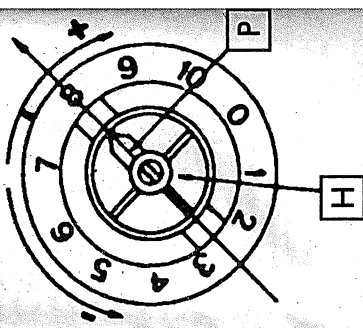
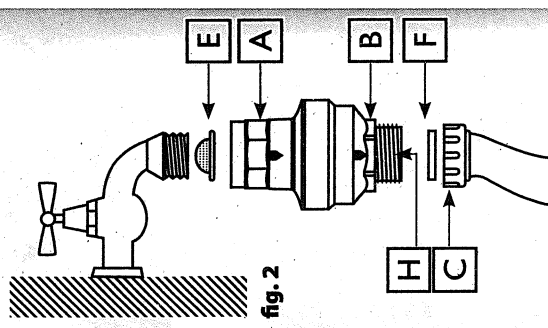

fig. 1
fig. 2
Indispensable device for washing machines and dishwashers as, under the conditions defined in the technical features, herewith described, it prevents a flow of water greater than the one for which it has been set by the adjustment pointer. This avoids continuous leaking. The WATER BLOCK also has a particular non-return valve (anti-pollution). The device should be installed vertically (see fig. 2) and following the instructions carefully.
WATER BLOCK should be installed between the tap and the supply hose of the household appliance (fig. 2). Using the enclosed plastic key, turn pointer P anticlockwise to the required setting: for washing machines set the pointer on number 8 (fig. 1); for dishwashers set to number 4 (fig. 1).
1. Manually screw the WB to the tap having suitable thread (3/4" gas), inserting the filter E with its convex side facing upwards (fig. 2). The WB will not operate properly if the filter is not installed correctly: if the WB is tightened or loosened with the aid of a wrench, the same must be applied to the appropriately octagonally shaped part of the housing A.
If a failure occurs causing a continuous water leak, the WB will shut off when the volume of water flowing through equals the amount to which it was previously set with the pointer P. To reset the WB again after it has shut off, turn the tap off and carry out the necessary repair work. Remove the supply hose C from the WB and press the coloured plunger H which is located inside the lower housing of the device itself (fig. 1). It may be difficult to press this plunger if there is high pressure at the inlet side of the WB. In this case, slacken the device from the tap: the plunger H can then be pressed with ease. Repeat the operation as described in the section headed 'Installation'.
Pour un fonctionnement optimal, le dispositif doit être monté en position verticale, conformément à la fig. 2, en suivant soigneusement la notice de montage.
La vanne antidéboîement doit être montée entre le robinet et le tuyau d'alimentation de l'appareil (fig. 2). En se servant de la clé fournie avec le produit, tourner l'indicateur P dans le sens contraire des aiguilles d'une montre jusqu'à régler la position désirée: pour le lave-linge, l'indicateur P devra être tourné jusqu'au numéro 8 (fig. 1); pour l'installation sur le lave-vaisselle, tourner l'indicateur P jusqu'au numéro 4 (fig. 1).
1. Visser manuellement le dispositif (diamètre 3/4") au robinet, en prenant soin de placer le filtre E avec la partie bombée orientée vers le haut (fig. 2). Le montage incorrect du filtre empêcherait le bon fonctionnement du dispositif. En cas de serrage ou de dévissage avec un outil, utiliser la partie octogonale A.
pendant l'opération. Si une panne se produit en provoquant une fuite sans interruption, le dispositif ferme le passage de l'eau dès que le débit atteint celui préalablement défini par l'indicateur P. Pour réactiver le fonctionnement du dispositif après le blocage, fermer le robinet d'eau et procéder à la réparation de la panne. Dévisser ensuite le tuyau d'alimentation C du dispositif et appuyer sur le bouton coloré H qui se trouve à côté de l'indicateur (fig. 1). En cas de pression élevée, cette opération pourrait s'avérer difficile. Dans ce cas, dévisser légèrement le dispositif du robinet: il sera alors plus facile d'appuyer sur le bouton H. Répéter ensuite les opérations indiquées dans le paragraphe "Mode d'emploi".
Accessorio indispensabile per lavatrici e lavastoviglie sproviste di Sistema ACQUASTOP, in quanto, in determinate condizioni di acqua superiore al numero di litri impostato sull'indicatore, evitando pericolose perdite. Con speciale valvola anti ritorno. Per un perfetto funzionamento si consiglia il montaggio in posizione verticale, come indicato in fig. 2, seguendo scrupolosamente le successive indicazioni.
WATER BLOCK va montato tra il rubinetto e il tubo di alimentazione dell'elettrodomestico (fig. 2). Servendosi della chiave fornita in dotazione, far ruotare in senso antiorario l'indicatore P sino a raggiungere la posizione voluta: per lavabiancheria ad uso domestico l'indicatore P andrà predisposto sul n. 8 (fig. 1); per l'applicazione su lavastoviglie portare l'indicatore P sul n. 4 (fig. 1).
1. Avvitare manualmente il WB al rubinetto provvisto di filetto (3/4" gas), inserendo il filtro e con la calottina rivolta verso l'alto come da fig. 2. L'errato montaggio del filtro non permette il corretto funzionamento del WB; in caso di serraggio o svitamento mediante utensile, utilizzare l'apposita sede ortogonale A.